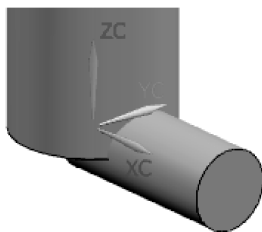

图 4-18 创建圆柱体
- 07 创建圆柱体。在菜单栏中执行【插入】|【设计特征】|【圆柱体】命令，弹出【圆柱】对话框，指定原点为轴点，X 轴为矢量方向。输入圆柱直径为 8，高度为 20，单击【确定】按钮完成圆柱体创建，结果如图 4-18 所示。